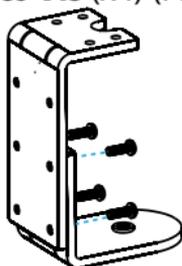

Figure 11
2. Insérez les **Vis** (x4) dans les **Trous de Vis du Milieu** et du **Bas** de la **Pince de Bureau**. Utilisez un **Tournevis à Tête Cruciforme** pour **Serrer** les **Vis** (x4) (Figure 11).